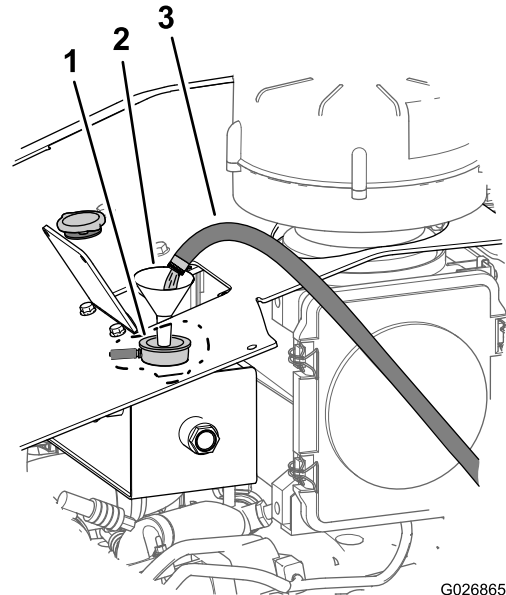

Figura 109
- A. Llene el sistema de refrigeración con agua limpia (Figura 109).